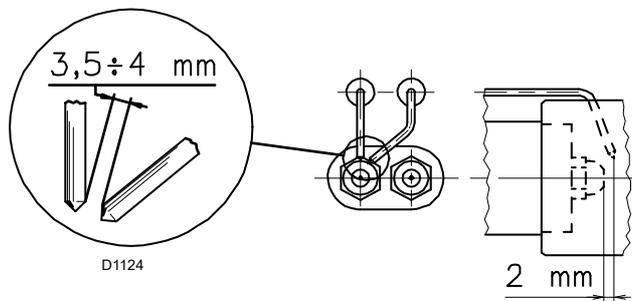

Abb. 14
Prüfen Sie, dass die Elektroden gemäß Abb. 14 positioniert sind und die angegebenen Abmessungen eingehalten werden.
- Die Düse für die 1. Betriebsstufe ist die, die sich unter den Zündelektroden befindet Abb. 14 auf Seite 18.